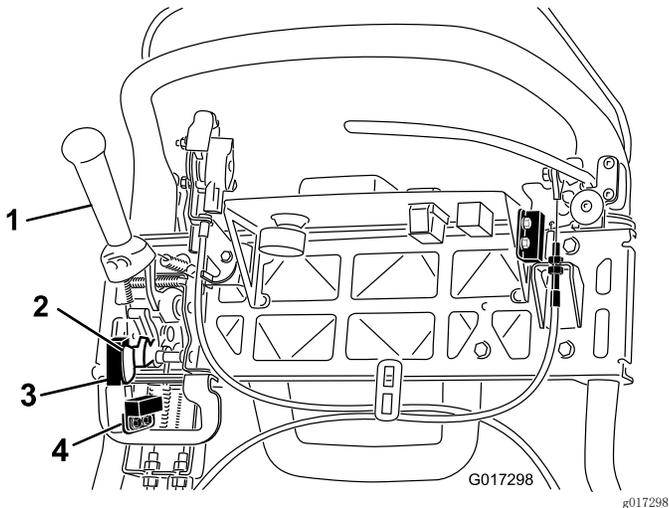

图44
4. 松开联锁开关紧固件(图44)。
5. 在牵引杆与联锁开关之间放入 1.6mm 厚的塞尺(图44)。
4. 松开剪草传感器紧固件(图44)。
5. 在剪草传感器旗与剪草传感器之间放入 1.6mm 厚的塞尺(图44)。